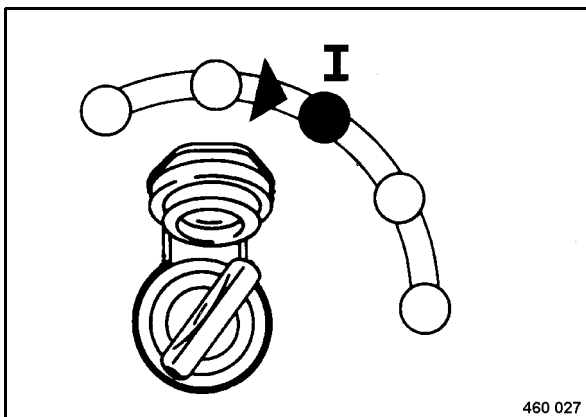

Fig. 51
- Girar la llave de encendido (Fig. 51) a posición "I".